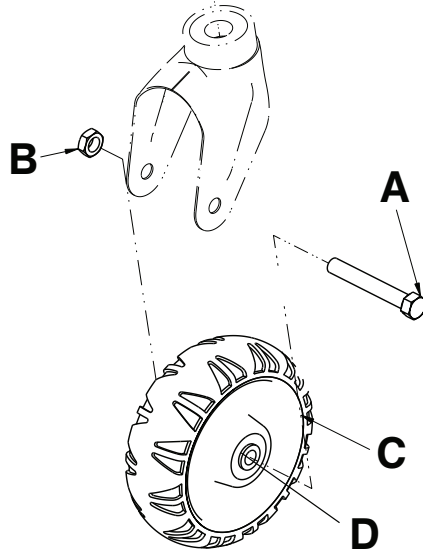

Figura 4 – Ruota barella senza cerchi
2. Usando una bussola da 5/8 pollice con una chiave a cricchetto da 3/8 pollice e una chiave combinata da 11/16 pollice, rimuovere la vite con testa esagonale (A) e il dado (B) che fissa la ruota (C) al corno della ruota piroettante (Figura 4) . Posizionato a destra del paziente sul lato piedi della barella usato con il gruppo di guida delle ruote installato. Mettere la vite da parte. Eliminare il dado.
3. Rimuovere ed eliminare le due boccole (D) dalla ruota (Figura 4).